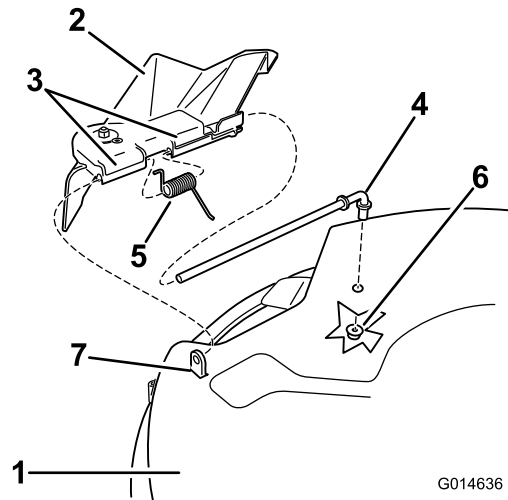

Figure 59
1. Repérez les éléments illustrés à la Figure 59.
2. Retirez l'écrou (3/8 pouce) de la tige, sous le plateau de coupe (Figure 59).
3. Sortez la tige de la courte cheville de positionnement, du ressort et du déflecteur d'herbe (Figure 59). Déposez le déflecteur d'herbe s'il est endommagé ou usé.
4. Remettez en place le déflecteur d'herbe (Figure 59).
6. Placez le ressort sur la tige, les fils d'extrémité dirigés vers le bas, entre les supports du déflecteur d'herbe. Insérez la tige dans le deuxième support du déflecteur d'herbe (Figure 59).
7. Insérez la tige à l'avant du déflecteur dans la courte cheville de positionnement sur le plateau. Fixez l'extrémité arrière de la tige dans le plateau de coupe à l'aide d'un écrou (3/8 pouce) (Figure 59).